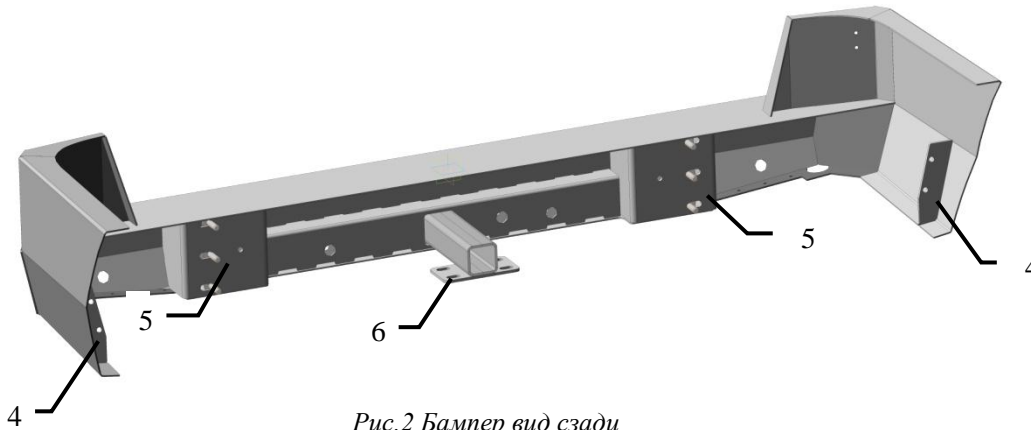

Рис.2 Бампер вид сзади
7. Выровнять кронштейн центральный по высоте, закрепить к бамперу через пазы 8, 9, 10, 11 с помощью двух закладных пластин с болтами М12 (рис. 2). Слегка подтянутые болты должны позволять свободно перемещаться болтам в пазах и давать возможность перемещаться бамперу относительно кронштейна центрального.